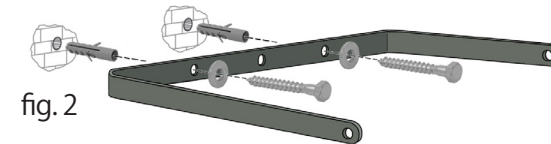

fig. 2
2. Hold bracket against the wall and mark drill points, drill the holes, insert the dowel. Use suitable material for wooden walls or lightweight walls. Fasten the bracket with screws and washers, if necessary (fig.2).
2. Die Bohrlöcher an den entsprechenden Stellen anzeichnen, die Löcher bohren und die Dübel einsetzen. Bei Holzwänden oder Leichtbauwänden passendes Material verwenden. Den Halter mit Schrauben und ggf. mit Unterlegscheiben anschrauben (Bild 2).